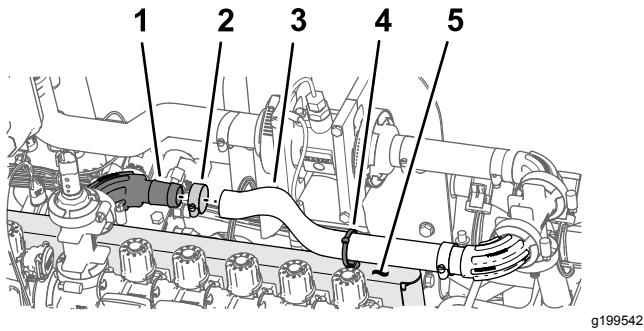

图112
1. 如图112 所示将软管 1 x 16 英寸安装到 90 度法兰接头 1 英寸。
2. 用软管夹将软管固定至法兰接头 图112。
3. 如图112 所示将扎带/压入式紧固件安装到阀门安装架顶部的孔中。
4. 将扎带/压入式紧固件 图112 固定到软管 1 x 16 英寸上。